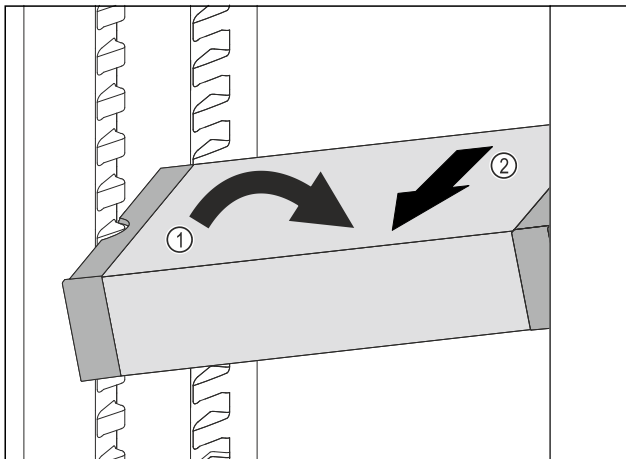

Fig. 130
- ▶ VarioSafe im Kühlteil schräg stellen. Fig. 130 (1)
- ▶ VarioSafe nach vorne entnehmen. Fig. 130 (2)